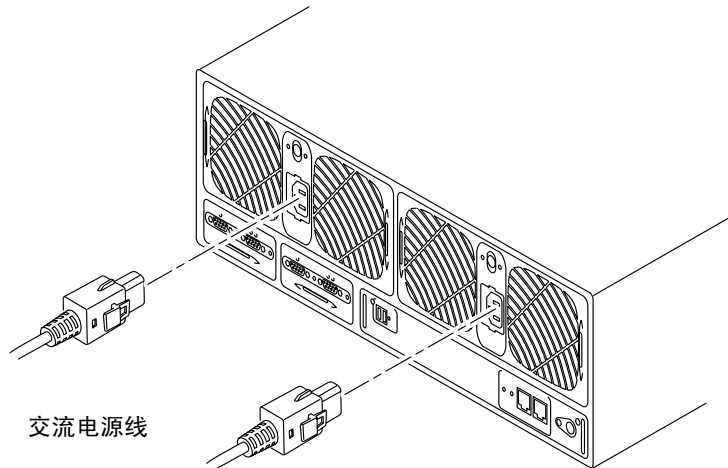

图 2-8 连接电源线
7. 将两根电源线连接到主部件背后的两个电源及冷却装置（图 2-8）。